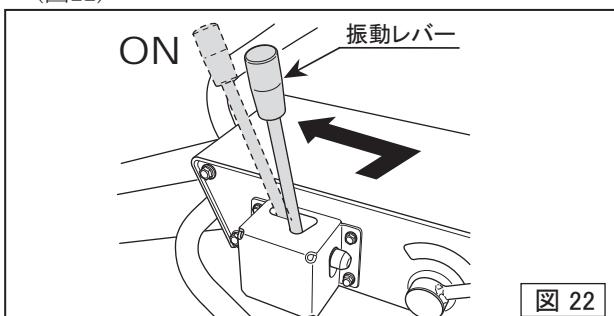

図 22
- 振動レバーをOFFからONに入れると振動します。(図22)